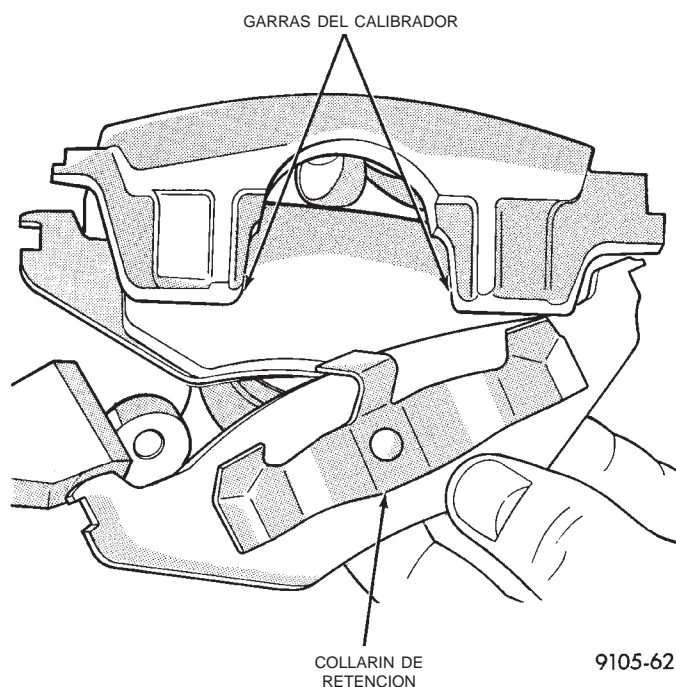

Fig. 78 Zapata de freno de afuera
(7) Retire la pastilla de freno de afuera, haciendo palanca sobre el collarín de retención de la pastilla, encima de la zona elevada del calibrador. Deslice luego la pastilla hacia abajo y extraígalas del calibrador (Fig. 78).
(6) Deslice el conjunto de pastilla de freno de afuera para colocarlo en el conjunto de calibrador. (Fig. 78). Asegúrese de que el collarín de retención asiente a escuadra en las áreas deprimidas del calibrador.